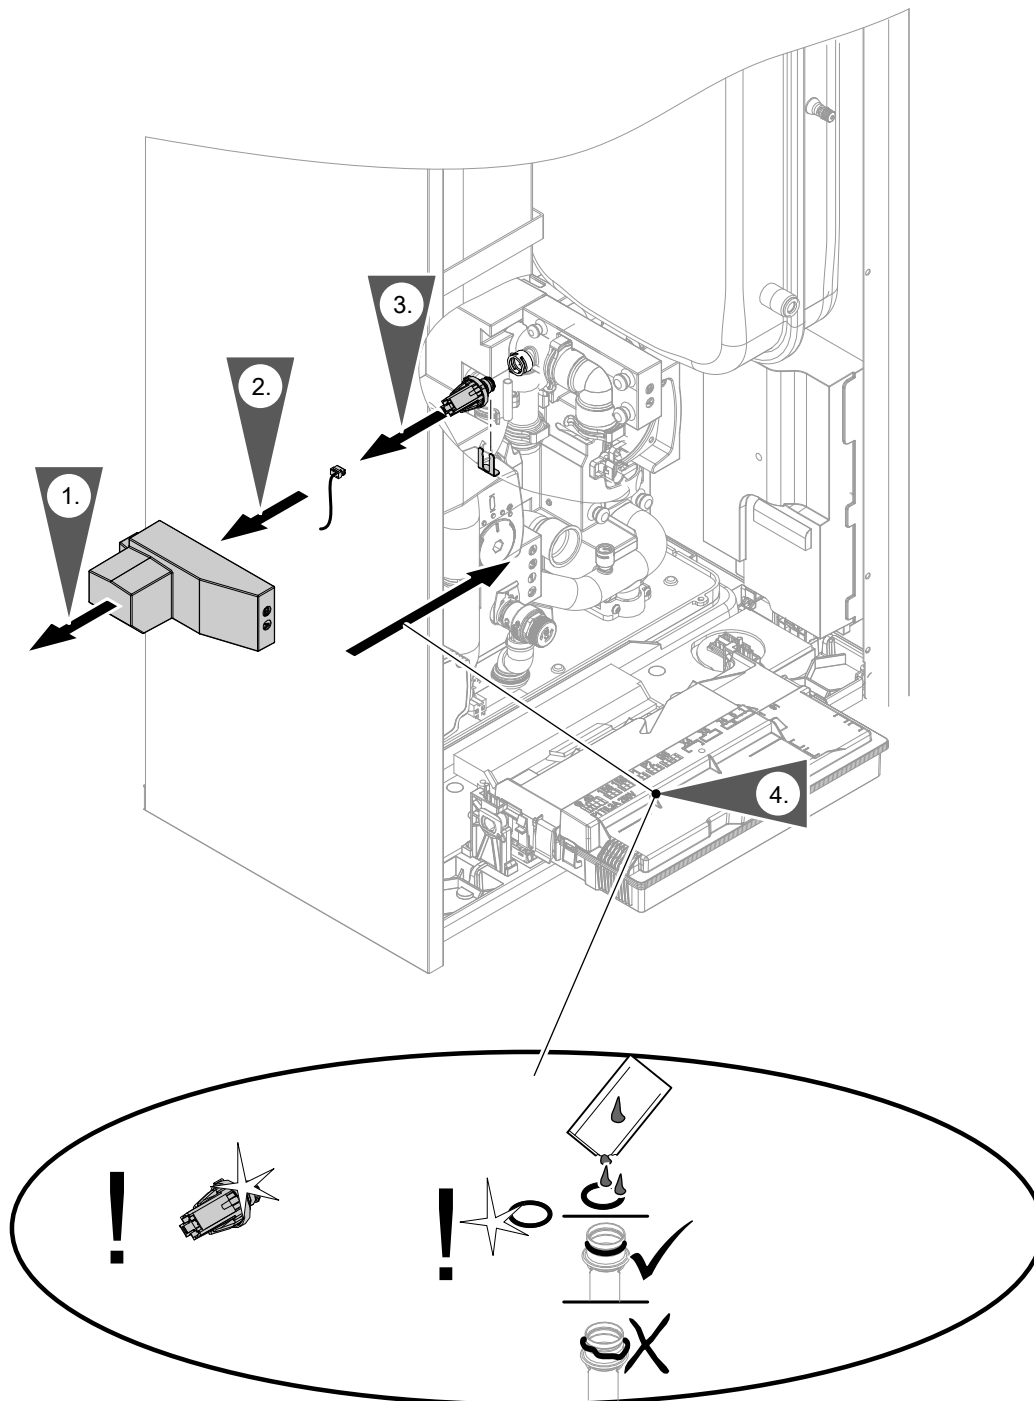

Abb. 113
- Wasserdrucksensor: Siehe Abb. 113.